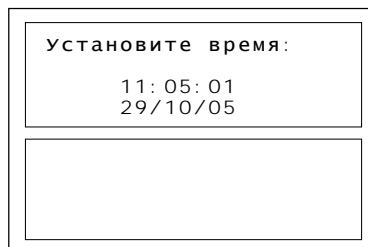

Рисунок 5
– для перехода к следующему экрану воспользоваться клавишей «М». Появится окно установки текущего времени (Рисунок 5).